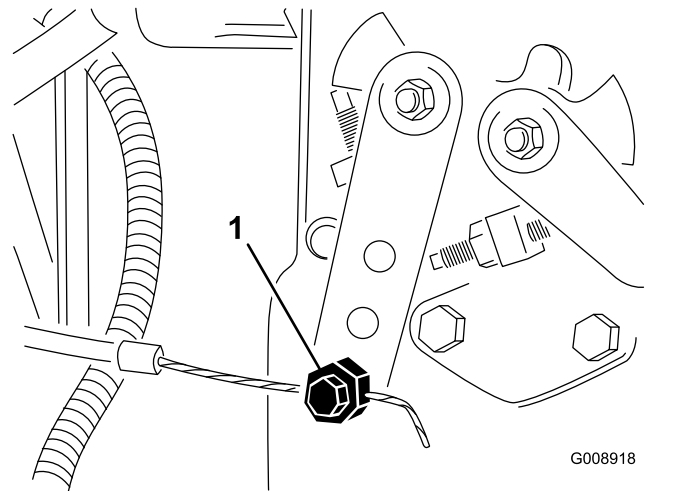

Figura 72
2. Afloje el conector del cable del acelerador en la palanca de la bomba de inyección (Figura 72).